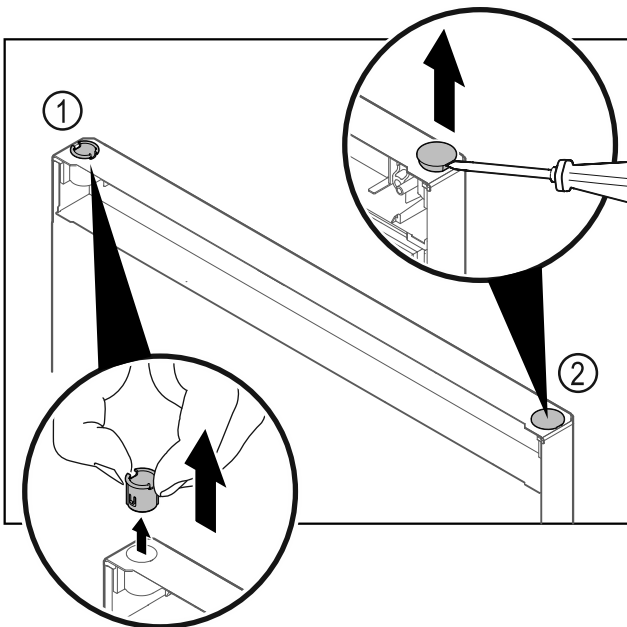

Fig. 26
- Estrarre la boccola cerniera Fig. 26 (1) con le dita.
- Con un cacciavite a testa a intaglio sollevare con cautela il tappo Fig. 26 (2) ed estrarlo.